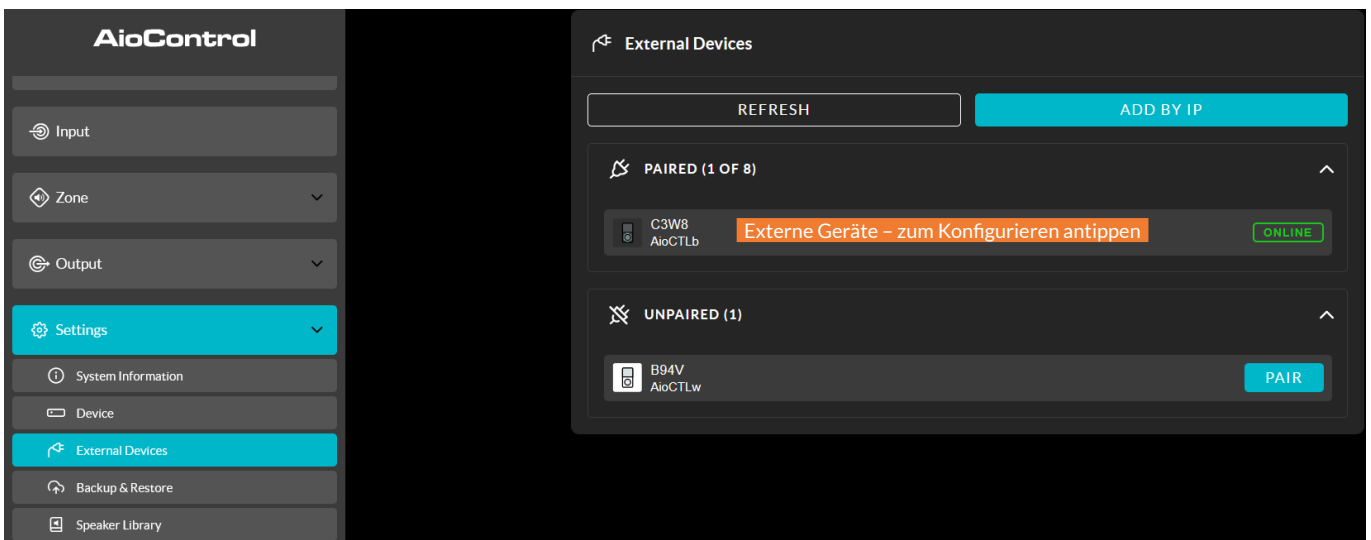

Abbildung 6M: Der Bildschirm „Externe Geräte“
- Über das Menü „**External Devices**“ können die Bedienfelder mit einem Verstärker gekoppelt und konfiguriert werden. Je nach Produkt, Installation und Konfiguration kann jedes Gerät eine oder mehrere Verstärkerzonen fernsteuern. Abbildung 6M zeigt die Ansicht des Menüs „**External Devices**“.